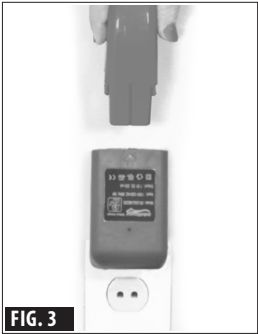

FIG. 3
2. Lijn de pijl op de oplaadbare accu uit met de pijl op de acculader. Plaats vervolgens de oplaadbare accu in de acculader (zie FIG.3).